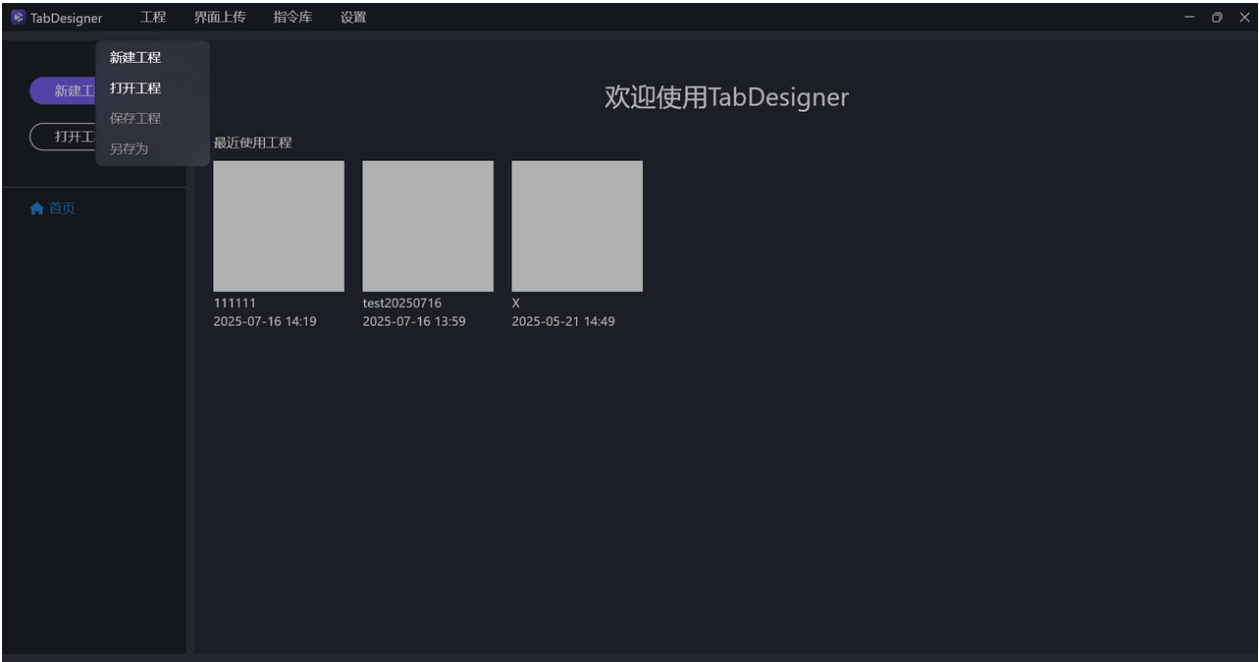

图 3.1.1 新建工程文件-顶部导航栏
(1) 单击顶部导航栏中的【工程】按钮，单击【新建工程】菜单，出现“新建工程文件弹窗”，输入对应参数，详见图 3.1.1 和 3.1.3。
(1) 单击顶部导航栏中的【工程】按钮，单击【打开工程】菜单，选中一个已保存的工程文件，详见图 3.1.1。
单击顶部导航栏中的【工程】按钮，单击【保存工程】菜单，详见图 3.1.1。
单击顶部导航栏中的【工程】按钮，单击【另存为】菜单，选择一个存储路径，详见图 3.1.1。
已保存过的工程文件会出现在列表中，单击卡片，即可进去工程文件，详见图 3.1.1。